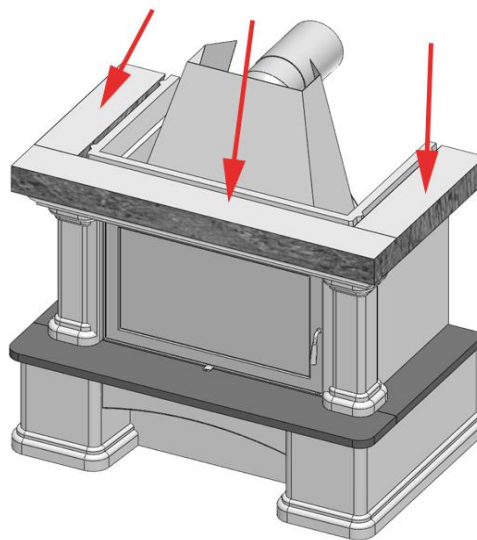

Abbildung 9: Anbringen des Montageschutzes
3. **Achten Sie auf die genaue Position des Gesimses; aus Gründen der rückseitigen Belüftung darf es nicht über die Seitenverkleidung hinausragen (siehe Abb. 7 und 8). Vor dem Anbringen der Kaminabdeckung muss unbedingt der Montageschutz am Gesims angebracht und anschließend wieder entfernt werden (siehe Pos. 12 und Abb. 9 + 11).**